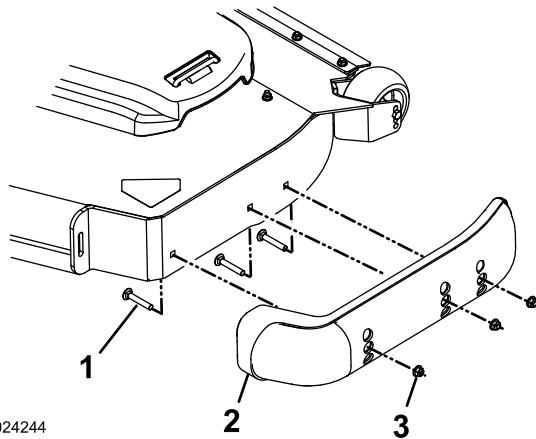

Figure 29
3. Retirez les boulons à embase et les écrous de chaque patin (Figure 29).